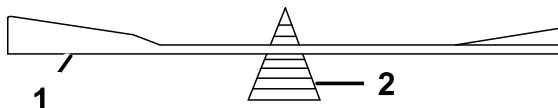

Figura 53
- Verifique el equilibrio de la cuchilla colocándola sobre un equilibrador de cuchillas (Figura 53).